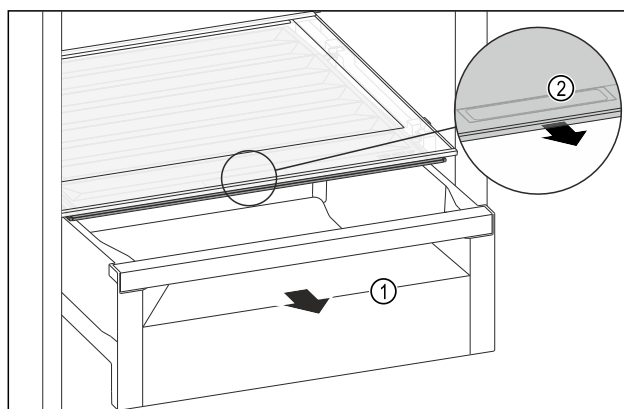

Fig. 121
- Retirer le tiroir Fig. 121 (1).
- Saisir la poignée encastrée Fig. 121 (2) du couvercle du compartiment et tirer le couvercle du compartiment par l'avant.